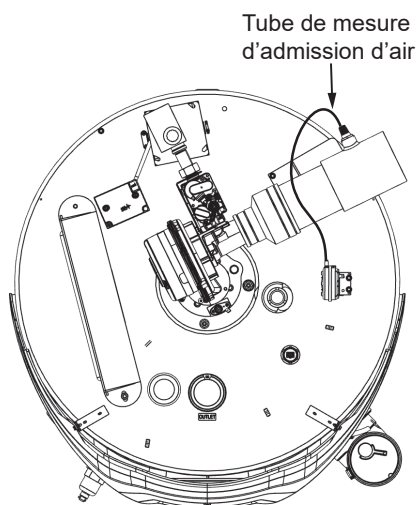

Figure 27. Tube de mesure sur contacteur d'admission d'air
2. Détacher le tube de mesure du contacteur d'admission d'air. Voir son emplacement à la **Figure 27**.